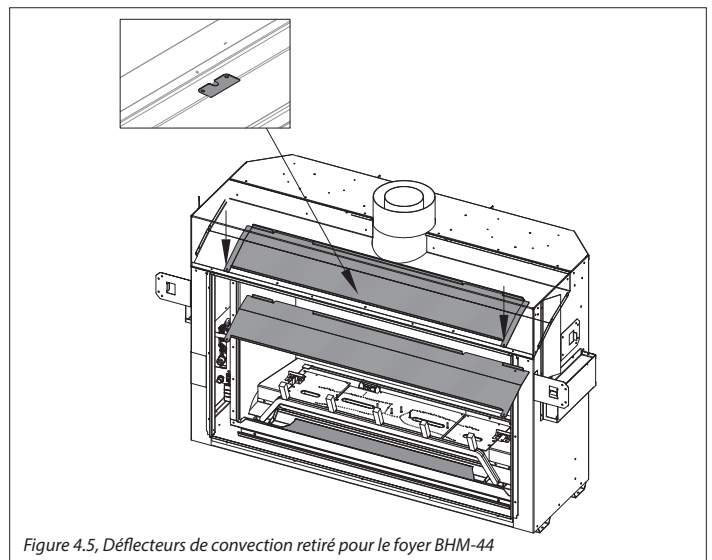

Figure 4.5, Déflecteurs de convection retiré pour le foyer BHM-44
**BHM-44 :** Le déflecteur est fixé par le clip de déflecteur par (2) vis situé au centre avant, et par (2) vis juste derrière le bord supérieur de l'ouverture du foyer (voir Figure 4.5)